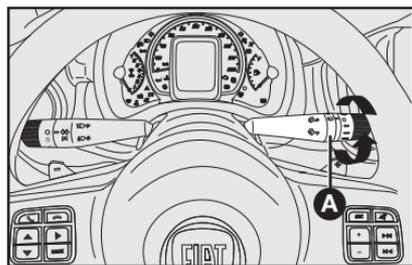

fig. 69
Limpador/lavador do vidro traseiro - fig. 69 e 70
1) Girar a empunhadura **A-fig. 69** da posição **O** para **☐**;